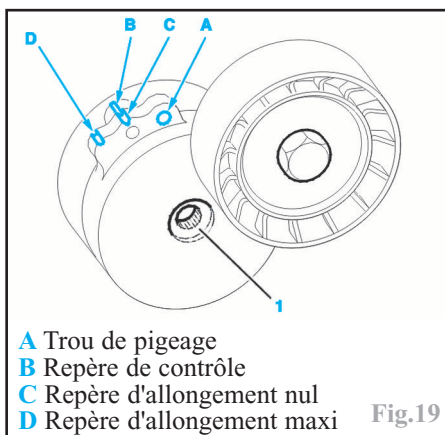

Fig.19
Repérer le sens de rotation de la courroie dans le cas d'une réutilisation. Si les repères (D) et (B) (Fig.19) coïncident, procéder à l'échange de la courroie.